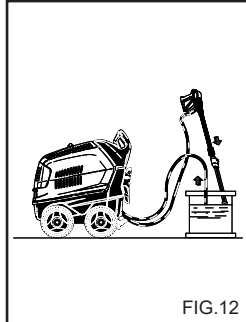

FIG.12
Dette kapitel behandler kun de modeller som er udstyret med "trykregulerende" anordning. Trykregulatoren, fig. 12, giver brugeren mulighed for at indstille arbejdstrykket. Når knap C drejes mod uret (B) (minimum), nedsættes driftstryk.
## ANVENDELSE AF ANTI-FROSTVÆSKE (fig. 12)